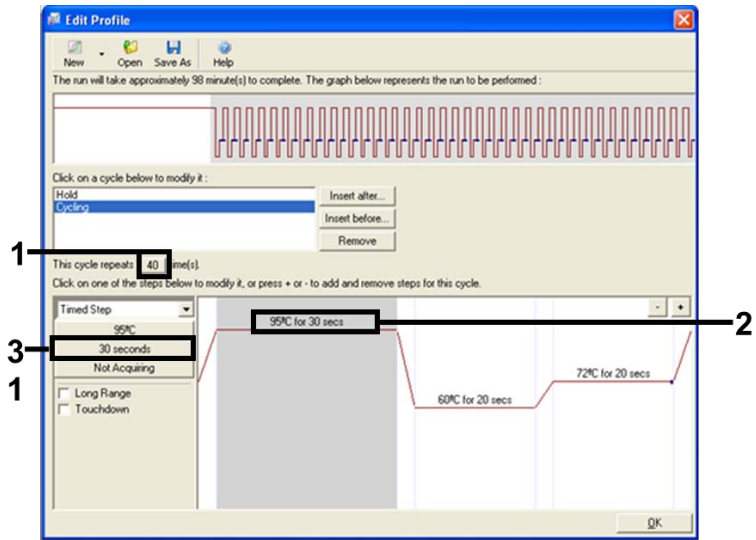

Figura 6. Paso de ciclado a 95 °C.
8. Establezca el número de repeticiones de ciclo en 40. Seleccione el primer paso y establezca el valor en 95 °C durante 30 segundos (figura 6).